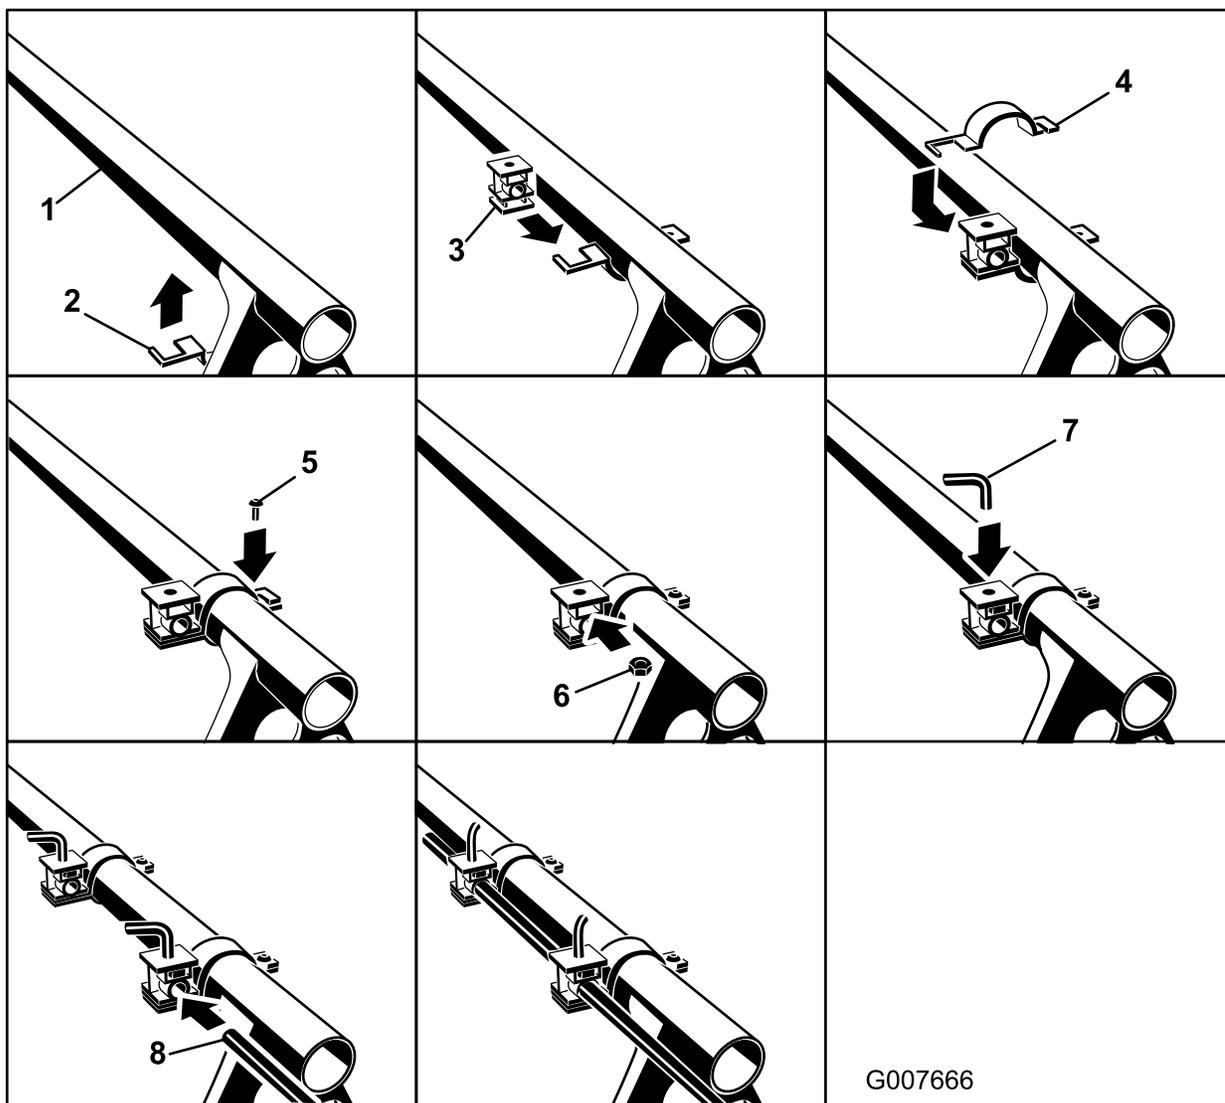

Figura 7
4. Monte el soporte y el espaciador según se indica (Figura 7).